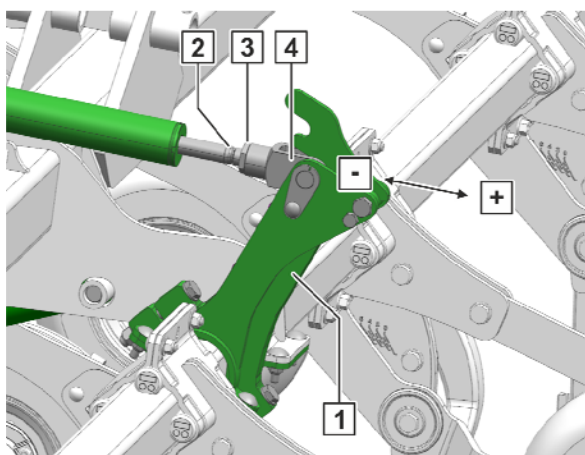

Bild 185
1. Lossa kontramuttern (Bild 185/3).